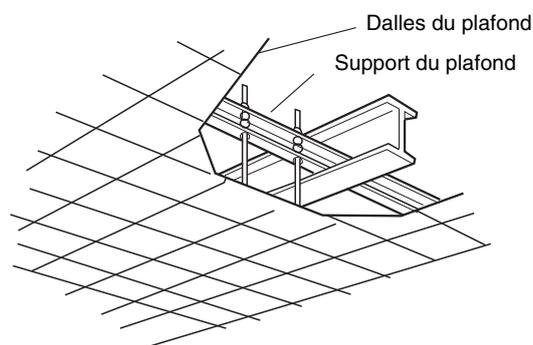

Fig. 3-85
- Utilisez les supports pour plafond ou bien fabriquez un support adéquat en procédant comme illustré sur la figure 3-85.